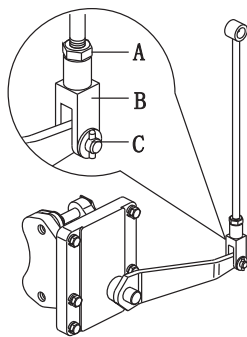

图 5-23 停车制动器的调整
前驱动桥末端传动壳体油面检查时（见图5-23）应转动前轮,使螺塞①置于水平位置,拧出螺塞,油面应达到螺塞孔处,否则应加注机油。
停车制动器的调整见图5-23。